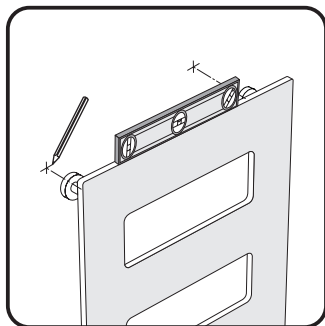

Рис.10
- 5.10. Приложите дизайн-радиатор кронштейнами к стене. При помощи строительного уровня установите правильное положение дизайн-радиатора (рис. 10).
- 5.11. Зафиксировав дизайн-радиатор в правильном положении, сделайте метки грифельным карандашом (рис. 10).